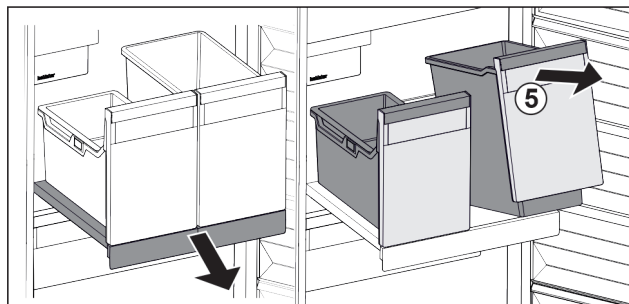

Fig. 29
- ▶ Nádobu Fig. 29 (5) vpředu nadzvedněte.